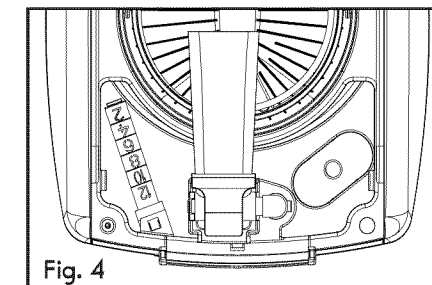

Fig. 4
2. Utilice la garrafa para llenar el depósito de agua de la cafetera al nivel deseado de agua fría. Hay una galga marcada desde 2 a 12 tazas (300ml a 1800ml) en el depósito de agua de la cafetera y en los lados la garrafa (véase Fig. 4). Estas marcas demuestran la cantidad de agua fría necesitada para cada taza de café. La cantidad de café elaborado diferenciará levemente debido a las rutinas del café que absorben un poco de agua.